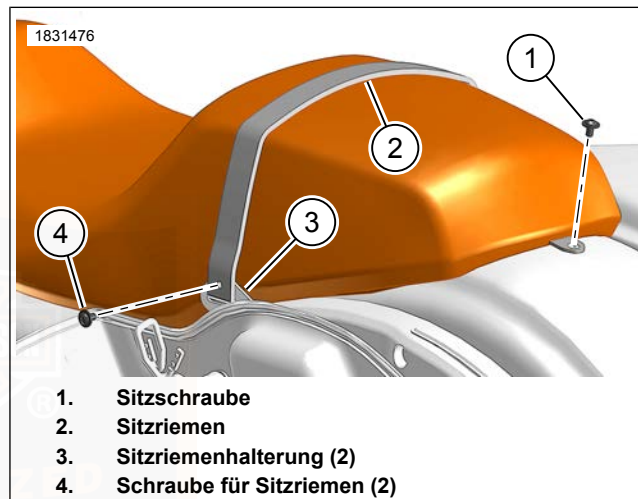

Abbildung 120. Sitzschrauben
2. Siehe Abbildung 120. Eine Sitzriemen-Schraube (4) entfernen.
3. Den Sitzriemen (2) durch den Schlitz in der Sitzriemenhalterung (3) ziehen.
4. Die Sitzschraube (1) entfernen.
2. Siehe Abbildung 120. Die Sitzschraube (1) einbauen. Festziehen.